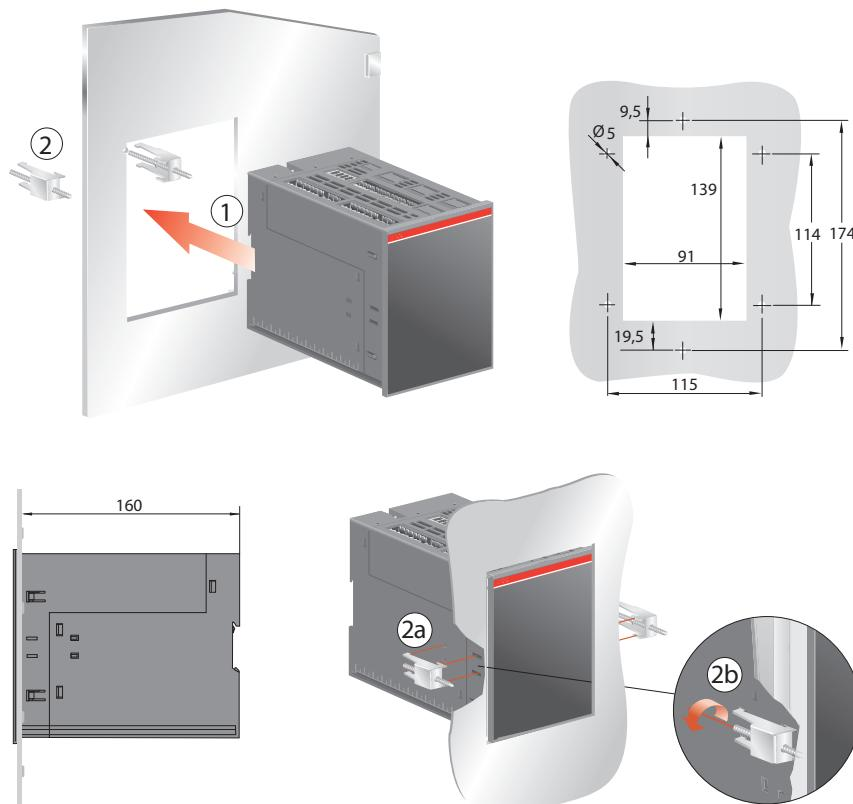

Рисунок 5.3 Блок АВР ATS021 с креплением на двери
Блок АВР ATS021 может быть установлен на дверь с помощью защёлок, смотри рисунок 5.3 /① и ②.